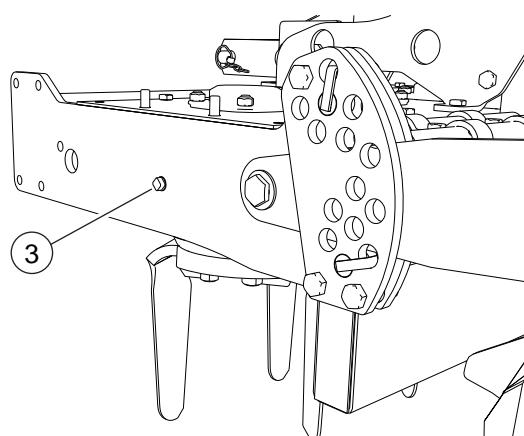

FIG. 42
- Posicionar un recipiente bajo el tapón de salida del aceite (3, "Fig. 42").